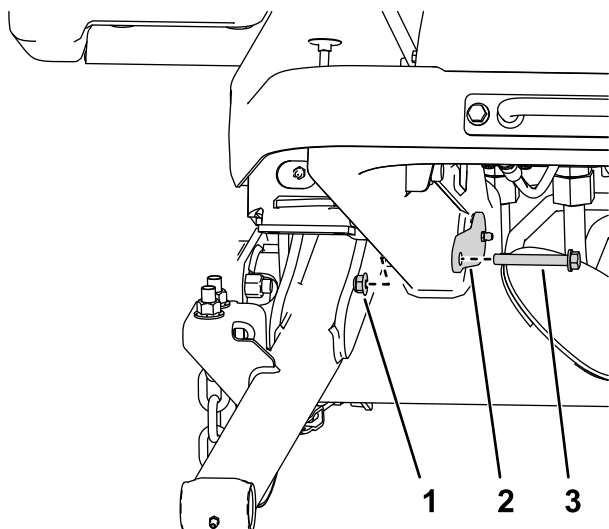

Bild 7
4. Verwenden Sie zwei Muttern ($\frac{3}{8}$ ") und zwei Schrauben ($\frac{3}{8}$ " x $2\frac{3}{4}$ "), um die großen Stifte am Rahmen zu befestigen (**Bild 7**).